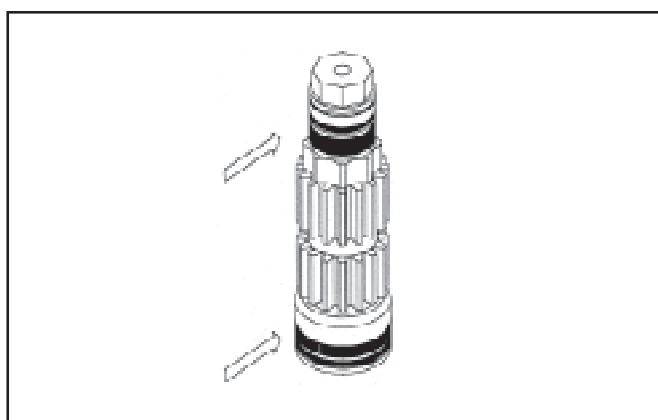

Fig 18
## Montage de l'axe d'entraînement (pièce N°30): (figure 18, 19a et 19b)
- Graisser la surface extérieure haute et basse de l'axe d'entraînement comme indique figure 18.
- Installer l'octi cam ( 1 ) dans la position correcte indiquée figure 18 en relation avec le haut et le bas de l'axe d'entraînement, et le sens de rotation de l'actionneur en service.